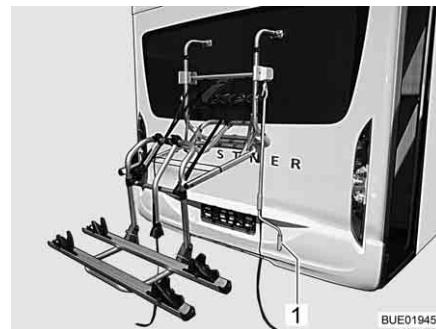

Fig. 3 Portabicicletas, bajado
- Colocar la manivela (Fig. 3,1) en el portabicicletas y descenderlo a la altura de la mano.